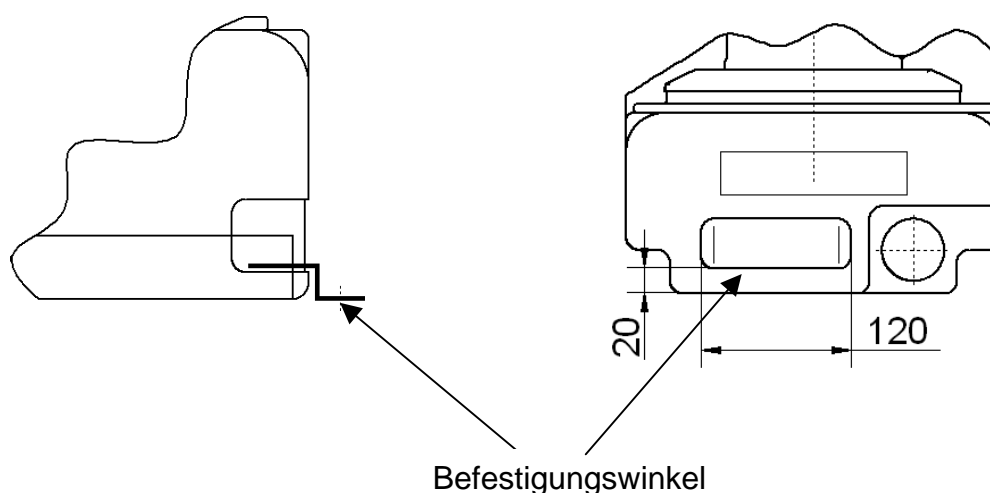

Bild 4
- Nach EN12056 müssen auftriebsgefährdete Hebeanlagen auftriebssicher aufgestellt werden. Dazu die Befestigungswinkel an den beiden Stirnseiten der DrainLift S in die Befestigungslaschen (Haltegriffe) ansetzen und in den Boden mit den mitgelieferten Dübeln und Schrauben befestigen (Bild 4).